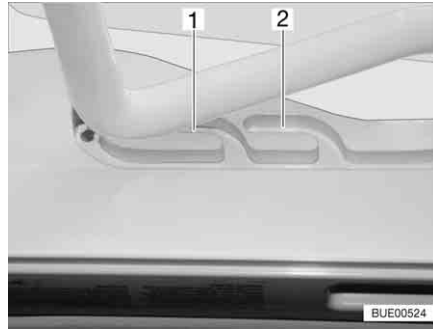
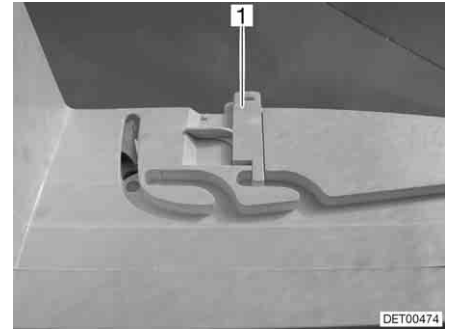

Fig. 112 Lanterneau Heki en position de ventilation
Fig. 113 Verrouillage position de ventilation
Il est possible d'amener le lanterneau Heki en deux positions de ventilation : Position pour mauvais temps (Fig. 112,1) et position intermédiaire (Fig. 112,2). Selon l'équipement, il est possible de verrouiller le lanterneau en position intermédiaire avec les deux verrous (Fig. 113,1) à gauche et à droite du cadre du lanterneau.
- Pousser légèrement l'étrier vers le haut, le pousser dans la glissière choisie (Fig. 112,1 ou 2) et le verrouiller si nécessaire.